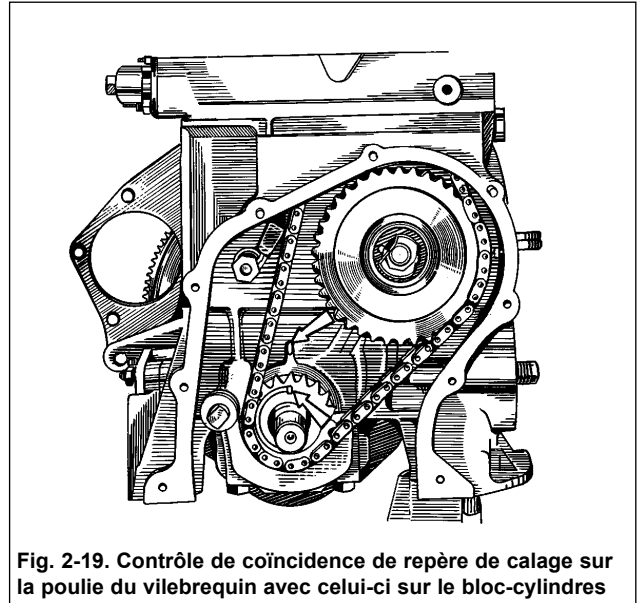

Fig. 2-19. Contrôle de coïncidence de repère de calage sur la poulie du vilebrequin avec celui-ci sur le bloc-cylindres
Tourner le volant pour faire coïncider le repère sur la roue du vilebrequin avec un repère sur le bloc-cylindres (fig. 2-19).
- tourner le vilebrequin de deux tours dans le sens de rotation ce qui assure la tension nécessaire de la chaîne; contrôler la coïncidence des repères sur la roue avec celles-ci sur le bloc-cylindre et sur le boîtier de roulements (v. fig. 2-19 et 2-21);